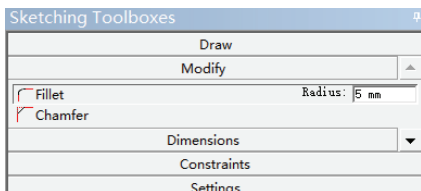

图 3-94 设置圆角
11) 单击 **Modify** 按钮, 然后单击 **Fillet**, 设置 **Radius** 为 5mm, 如图 3-94 所示。